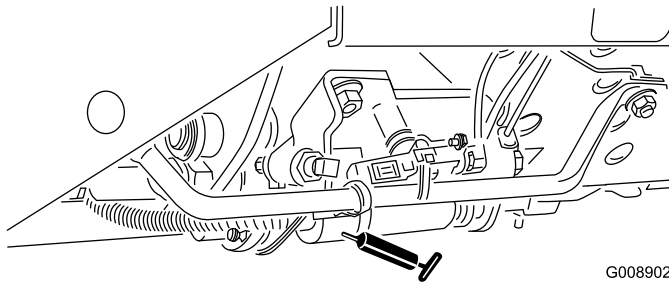

**Figura 38**
- Meccanismo di regolazione della folle (Figura 38)